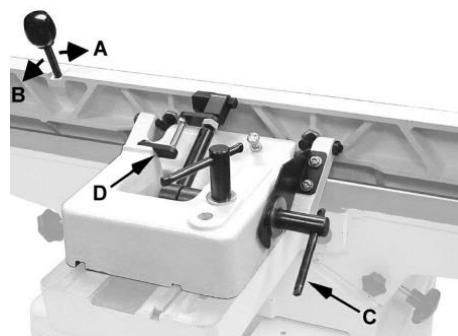

Рис. 19
1. Ослабьте фиксатор (С, Рис. 19).
2. Переместите рычаг вперед (А, Рис. 19) до желаемого угла до 45 °. Можно также разместить контрольный инструмент на столе и на упоре и отрегулировать положение упора так, чтобы угол упора сравнялся с фаской измерительного инструмента.
3. Затяните фиксатор (С, Рис. 19).
2. Ослабьте фиксатор (С, Рис. 19).
3. Откиньте стопорный блок 90° (Д, Рис. 19) в сторону.
4. Переместите рычаг (В, рис.19) назад на желаемый угол до 135 °. Можно также поместить свою склоненную деталь-шаблон на стол и на упор, отрегулировав упор таким образом, чтобы угол упора сравнялся с фаской детали-шаблона.
5. Затяните фиксатор (С, Рис. 19).
Важно: Когда операция, требующая определенного наклона, завершена, и упор возвращен на угол 90°, не забудьте перевернуть стопорный блок 90° (Д, рис. 19) обратно в стандартное положение.